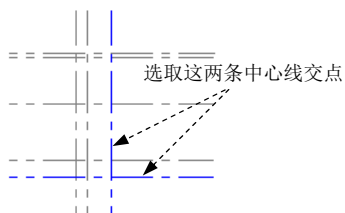
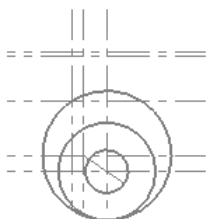
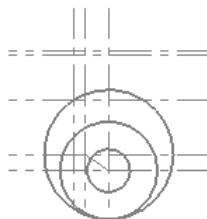

图 3.17.8 定义第一个圆的圆心
图 3.17.10 绘制辅助线
图 3.17.11 绘制直线
(1) 定义绘图图层。在状态栏的  按钮后的文本框中输入值 2，并按 Enter 键确认。
(2) 定义绘图线型。在状态栏的  下拉列表中选择  选项；在  下拉列表中选择第二个选项 .
(3) 选择命令。选择下拉菜单    命令，系统弹出“编辑圆心点”工具栏。
(4) 绘制第一个圆。在绘图区选取图 3.17.8 所示的两条中心线的交点为圆心，然后在“编辑圆心点”工具栏的  文本框中输入值 46，按 Enter 键确认；单击  按钮，完成图 3.17.7
(6) 绘制第三个圆。在绘图区选取图 3.17.8 所示的两条中心线的交点为圆心，然后在“编辑圆心点”工具栏中单击按钮，然后选取绘制的第二个圆；单击按钮，完成图 3.17.7 所示的第三个圆的绘制。
(7) 单击按钮，完成三个圆的绘制。
Step5. 绘制图 3.17.10 所示的辅助线。
(1) 定义绘图图层。在状态栏的按钮后的文本框中输入值 3，并按 Enter 键确认。
(2) 定义绘图线型。在下拉列表中选择选项.
(3) 绘制图 3.17.11 所示的直线。